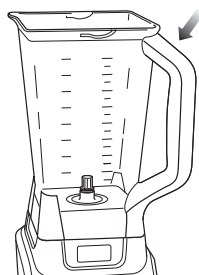
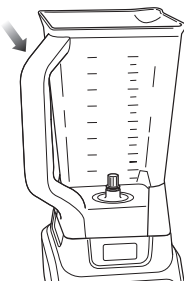

Fig. 3a
Fig. 3b
- 4 La jarra se puede colocar en la base del motor de dos formas distintas; el mango puede quedar en la esquina delantera derecha o en la delantera izquierda. (Fig. 3a, Fig. 3b)